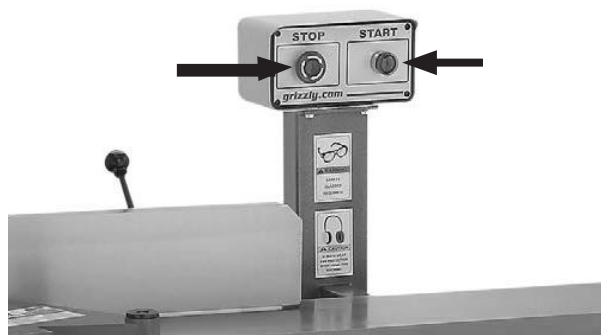

Рис. 28 Расположение кнопок "СТОП"/"ПУСК".
1. Нажмите кнопку "СТОП" (см. рис. 28).